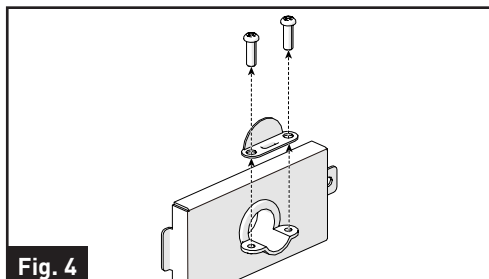

Fig. 4
- Retirez l'attache métallique du couvercle. (Fig. 4)